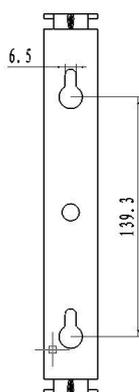

Fig.3
5. Inserire la bobina sulla staffa di montaggio, quindi fissarla con una vite 1 * 6 * 10mm. Vedi Fig.3